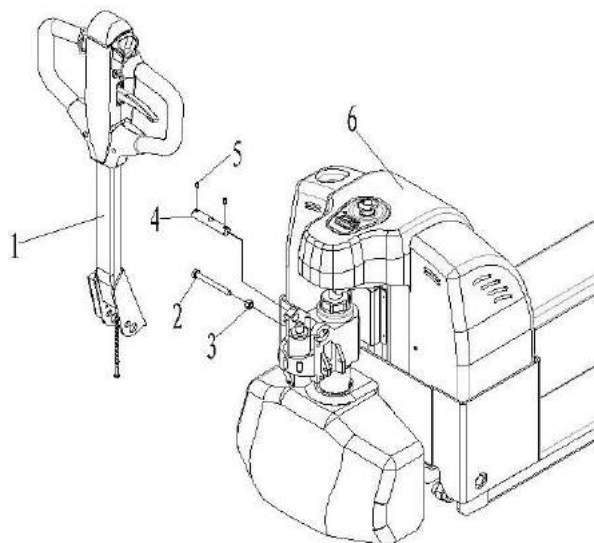

Рис. 5: сборка рукояти SPT 15
с) Нажать на рукоятъ управления; открутить и убрать винт (2) и гайку(3) (рис. 5).
е) Использовать молоток, чтобы вставить второй штифт (5, рис. 5) во второе отверстие оси.